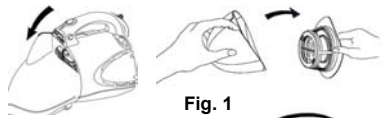

Fig. 1
1. Para quitar el recipiente de la tierra, presione el botón para destrabarlo y quite el recipiente. Verifique que el filtro HEPA y el filtro de desechos estén instalados, luego vuelva a colocar el recipiente de la tierra. (Fig. 1)